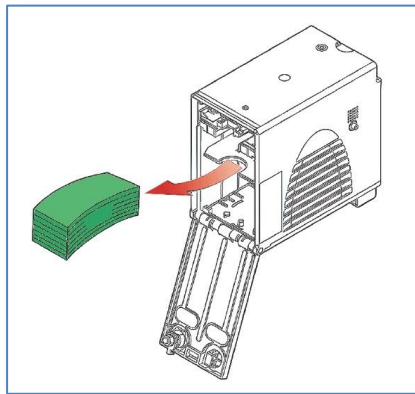

Fig. 5.5.5 - Stacker
- Aprire lo sportello cassa usando l'apposita chiave, quindi recuperare le banconote come mostrato in Fig. 5.5.5